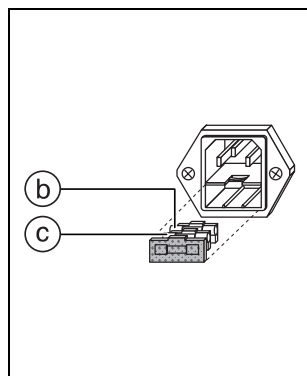

Fig. 2.2
Defekte Sicherung ② entfernen und durch die auf richtigen Sicherungswert überprüfte Reservesicherung ③ ersetzen (Fig. 2.2).
Remove the defective fuse ② and replace it with the spare fuse ③ which has been checked for the correct rating (Fig. 2.2).